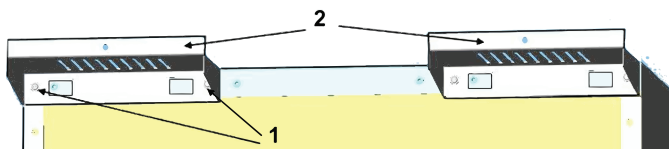

Рисунок 24 - Установка упоров на заднюю стенку автомата
6. установите дюбеля, снова пододвиньте автомат, так чтобы установочные отверстия в стене совпали с отверстиями в упорах. Затем закрепите автомат при помощи самонарезающихся винтов(см.рис.24).